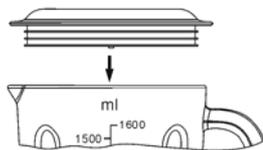

Fig. 2
3. Avvitare il coperchio al bicchiere (vedere Fig.2).